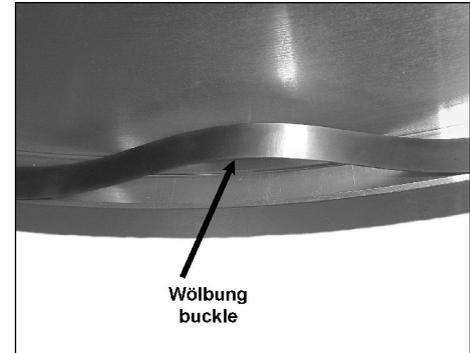

Bild 2
- Um den Ring vollständig in die Nut bzw. zur Anschlagsschulter einlegen zu können muss er auf der gegenüberliegenden Seite der Stoßstelle nach innen gezogen werden. Der Ring behält nach dem Loslassen eine nach innen gerichtete Wölbung (Bild 2).
Continue to mount the carrier ring into the groove until just a small buckle remains (fig. 2).